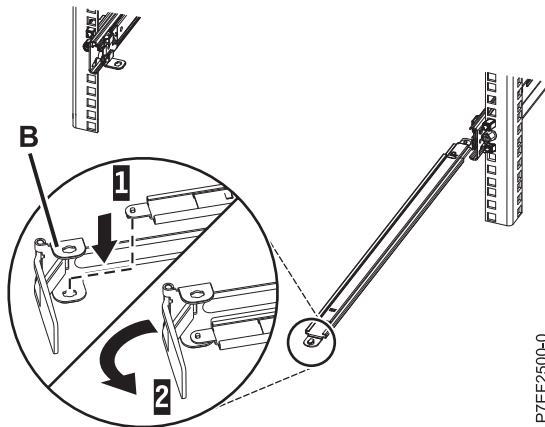

Figura 11. Fijación de la abrazadera de tope de portacables al brazo de soporte
de la parte inferior de la punta quede alineada con el orificio de la abrazadera. Inserte la pestaña en el orificio (1) y haga girar la abrazadera (2) para fijarla al brazo de soporte. Para obtener detalles, consulte Figura 11.